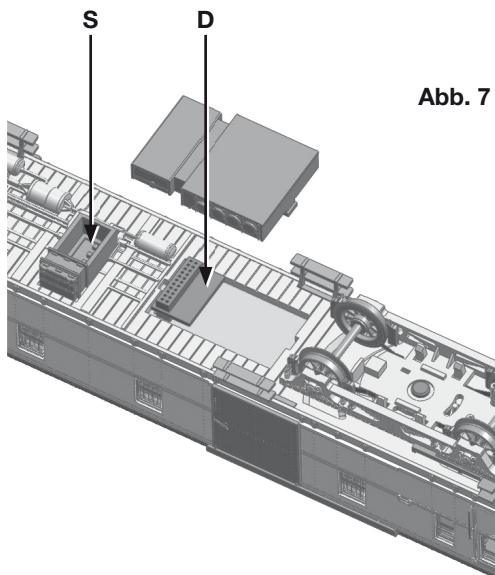
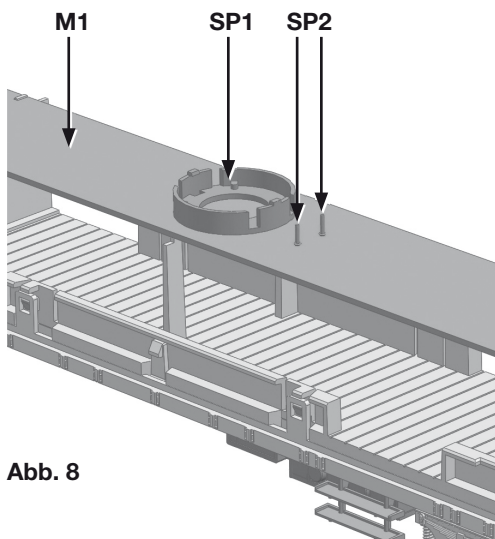

Abb. 7
Abb. 8
Meist war der Gepäcktriebwagen als Einzelfahrzeug unterwegs. Auf Nebenstrecken wurde aber auch der eine oder andere Güterwagen zugestellt. Damit Sie mit Ihrem Modell auch in diesem Fall vorbildgerecht fahren können, lässt sich das Front- bzw. Schlusslicht je nach Betriebsart einstellen. Den eingebauten Multischalter (S) finden Sie auf der Unterseite des Triebwagens nach **Abb. 7**. Beachten Sie dazu das Schaltbild für den Schalter in **Abb. 6**. Im Auslieferungszustand hat das Modell den Lichtwechsel weiß/rot in beiden Richtungen.
Gleich neben dem Multischalter in **Abb. 7** auf der Unterseite des Triebwagens befindet sich auch die 21-polige Schnittstelle (**D**) für den Digital-Decoder. Nach dem Ausklippsen der Abdeckung kann der Brückenstecker entfernt werden und der Decoder aufgesteckt werden. Beachten Sie dazu exakt die Einbauanleitung des Decoderherstellers.
Der Triebwagen ist bereits für den Loksoundbetrieb komplett vorbereitet. Nachdem Sie den Sounddecoder gemäß **Abb. 7** montiert haben, finden Sie die Aufnahme (**SP1**) für den Lautsprecher auf der oberen Leiterplatte (**M1**) nach **Abb. 8**.